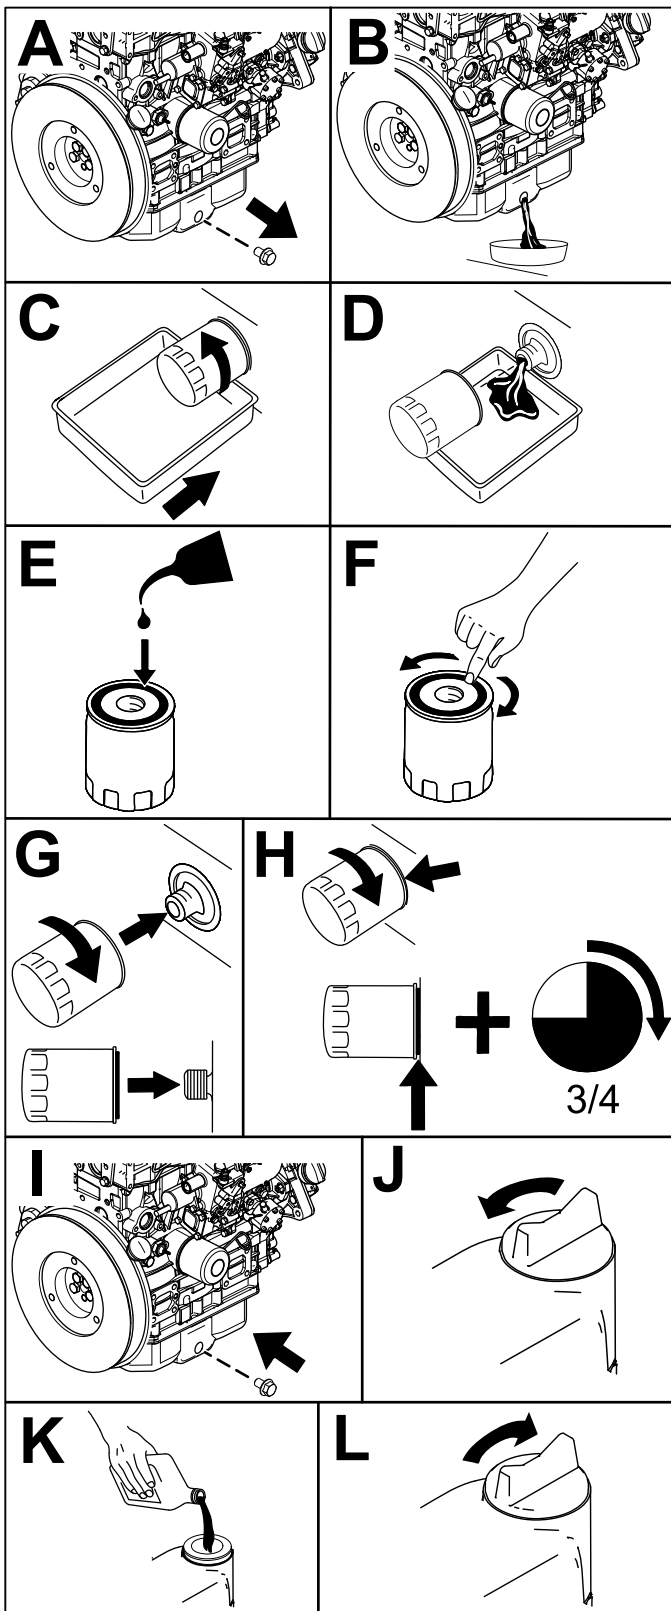

Figura 63
6. Cambie el aceite de motor y el filtro de aceite del motor, tal y como se muestra en la Figura 63.